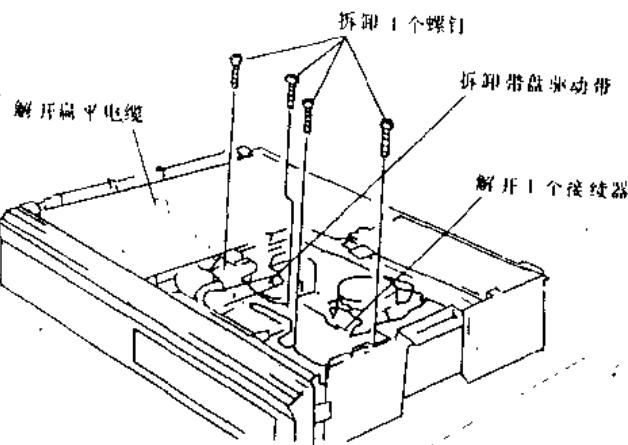

图 1-9
②从主电路板上解开扁平电缆，如图 1-9 所示。
③解开 1 个接续器。
④拆卸带盘驱动皮带。
⑤拆卸 4 个螺钉并将传感器电路板取出。